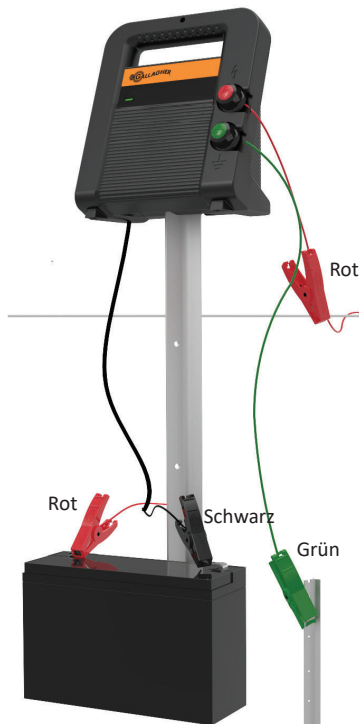

Abbildung 7
- Verbinden Sie die grüne Klemme in mindestens 1 m Tiefe im Boden dem Erdungsstab. (Abbildung 7)